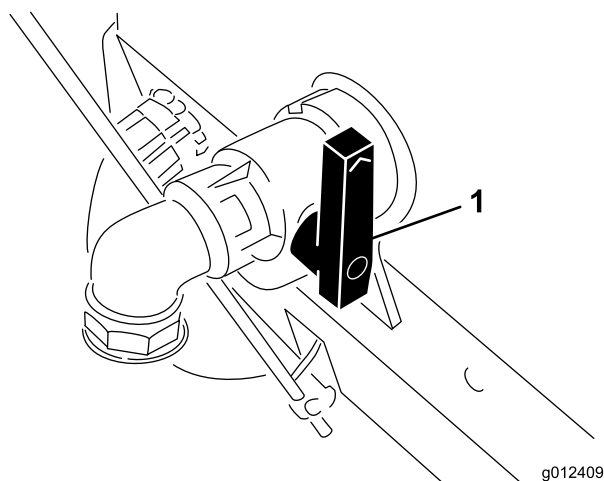

図 31
3. ペイント・タンクのドレン・バルブを開く（図 31）。バルブの開きを大きくするほど流れ出るペイントの量が多くなる。